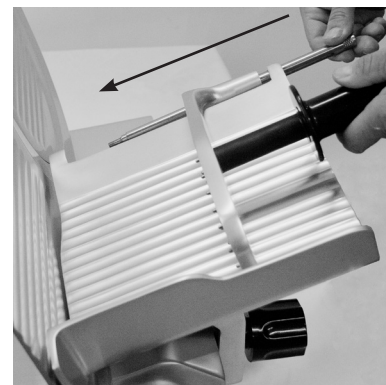

Figure 13-3
6. Réinstallez le poussoir. Alignez le poussoir avec le plateau porte-produit et insérez la tige coulissante à travers le plateau et le poussoir (Fig 13-3). Laissez le poussoir reposer sur le plateau porte-produit et vissez la tige coulissante au plateau porte-produit de la trancheuse.